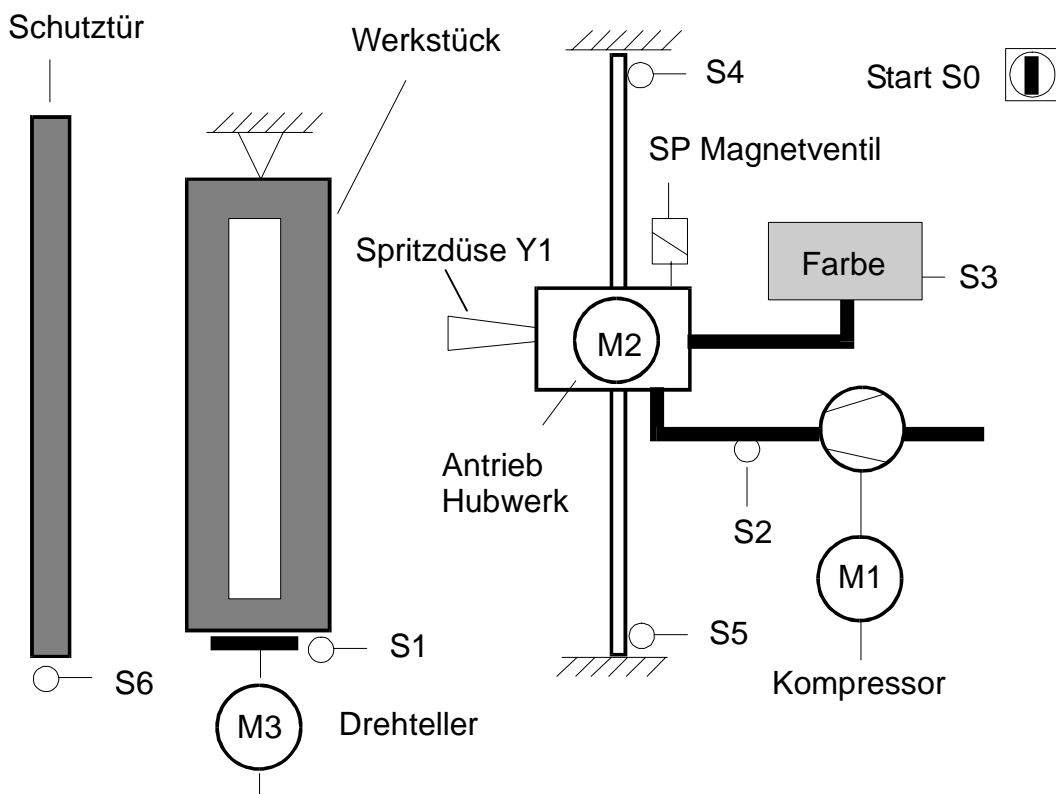

Bild 3.1.1
3.1.1 Erstellen Sie die Schrittkette für die in Bild 3.1.1 dargestellte und im folgenden Text beschriebene Steuerung mit symbolischer Adressierung. (6 BE)